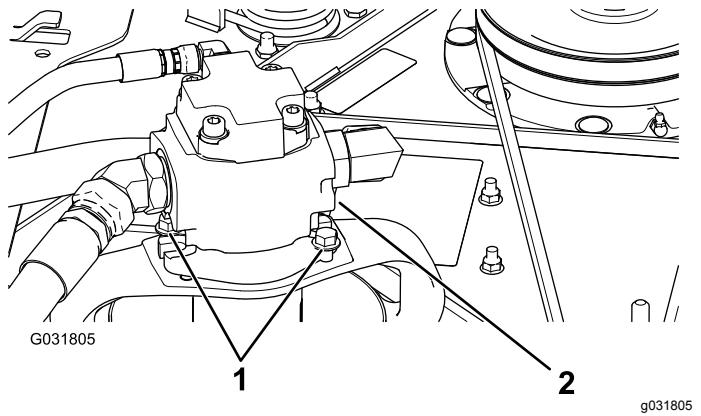

Рисунок 122
- Выверните болты крепления гидроцилиндра к деке газонокосилки (Рисунок 122).